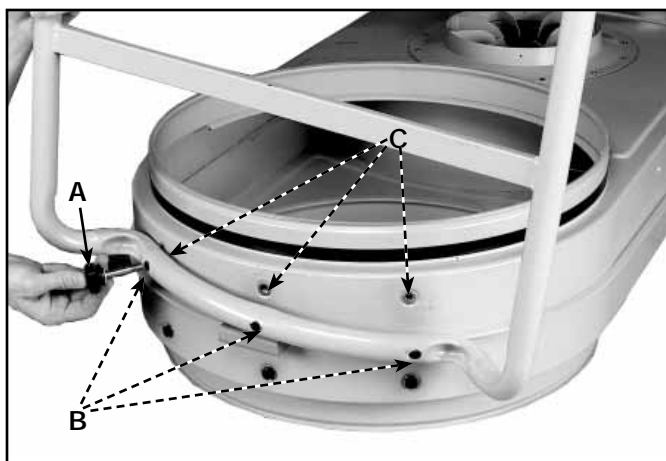

Fig. 2
1. Coloque el conjunto de motor y soplador con el motor hacia abajo. (Fig. 2)
2. Coloque una arandela plana de 9,5 mm (3/8") sobre la perilla (A) Fig. 2.
3. Alinee los orificios (B) de las patas con los orificios (C) del conjunto de motor y soplador. Las patas deben quedar extendidas hacia arriba. Introduzca la perilla a través del orificio (B) de las patas y enrósquela en el orificio (C) del conjunto de motor y soplador. Ajuste la perilla firmemente.